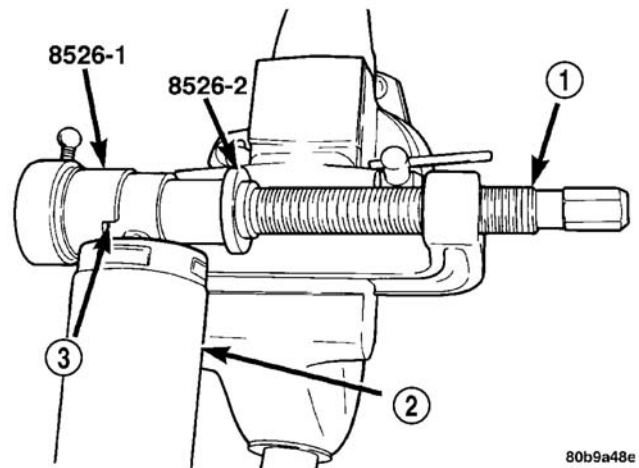

图 23 从减振器拆下衬套
(3) 将减振器的上固定孔置于接收器内，使接收器的凹口与减振器分离（图 23）。
(4) 拧动螺杆，直到螺丝套与衬套外缘平贴（图 23）。继续拧动螺杆，直到衬套整个从减振器耳孔压出，进入接收器。
(5) 回退螺杆，从接收器上卸下衬套。